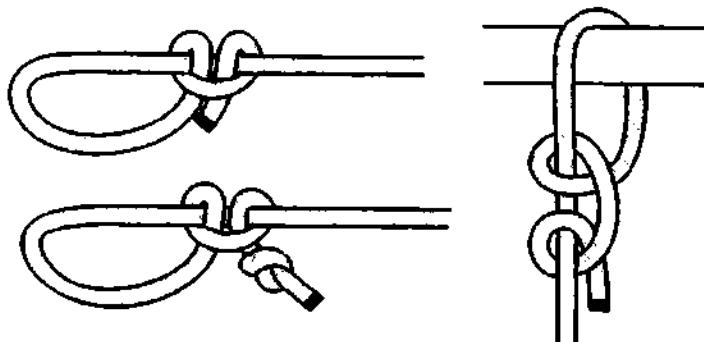

Рис. 388. Регулируемая коровья петля.
**Регулируемая коровья петля** – это неправильно завязанный *простой штык*, она же *скользящий коровий узел* (рис. 388). **Регулируемая коровья петля** хорошо держит только на мягких верёвках, на жёсткой верёвке узел скользит и не зажимает. Перед использованием узел необходимо хорошенько затянуть. Для надёжности, особенно если верёвка не достаточно мягкая, на ходовом конце можно завязать контрольный узел – *простой, восьмёрку* или какой-либо другой стопорный узел.